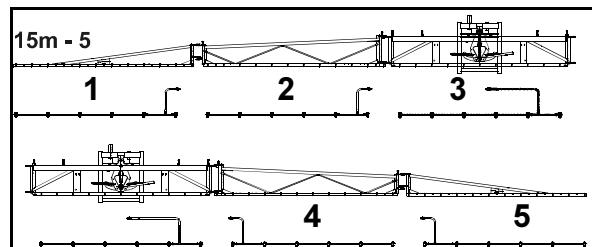

Fig. 67
4. Ange N-faktorn via funktionssnappen i cm. Sprutans hjul ska börja styra på samma ställe som traktorns bakhjul (Fig. 67/1)
- Öka mått a (Fig. 67) till N-faktorn.
- Minska mått b (Fig. 67) från N-faktorn.